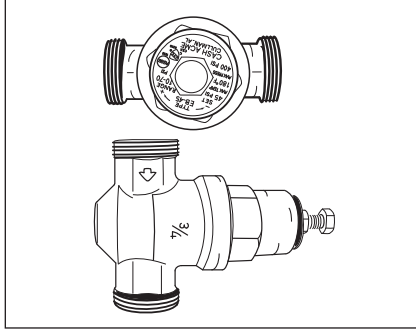

Figure 3 - Installer un détendeur (s'il y a lieu).
- Détendeur (Figure 3 à la page 9)